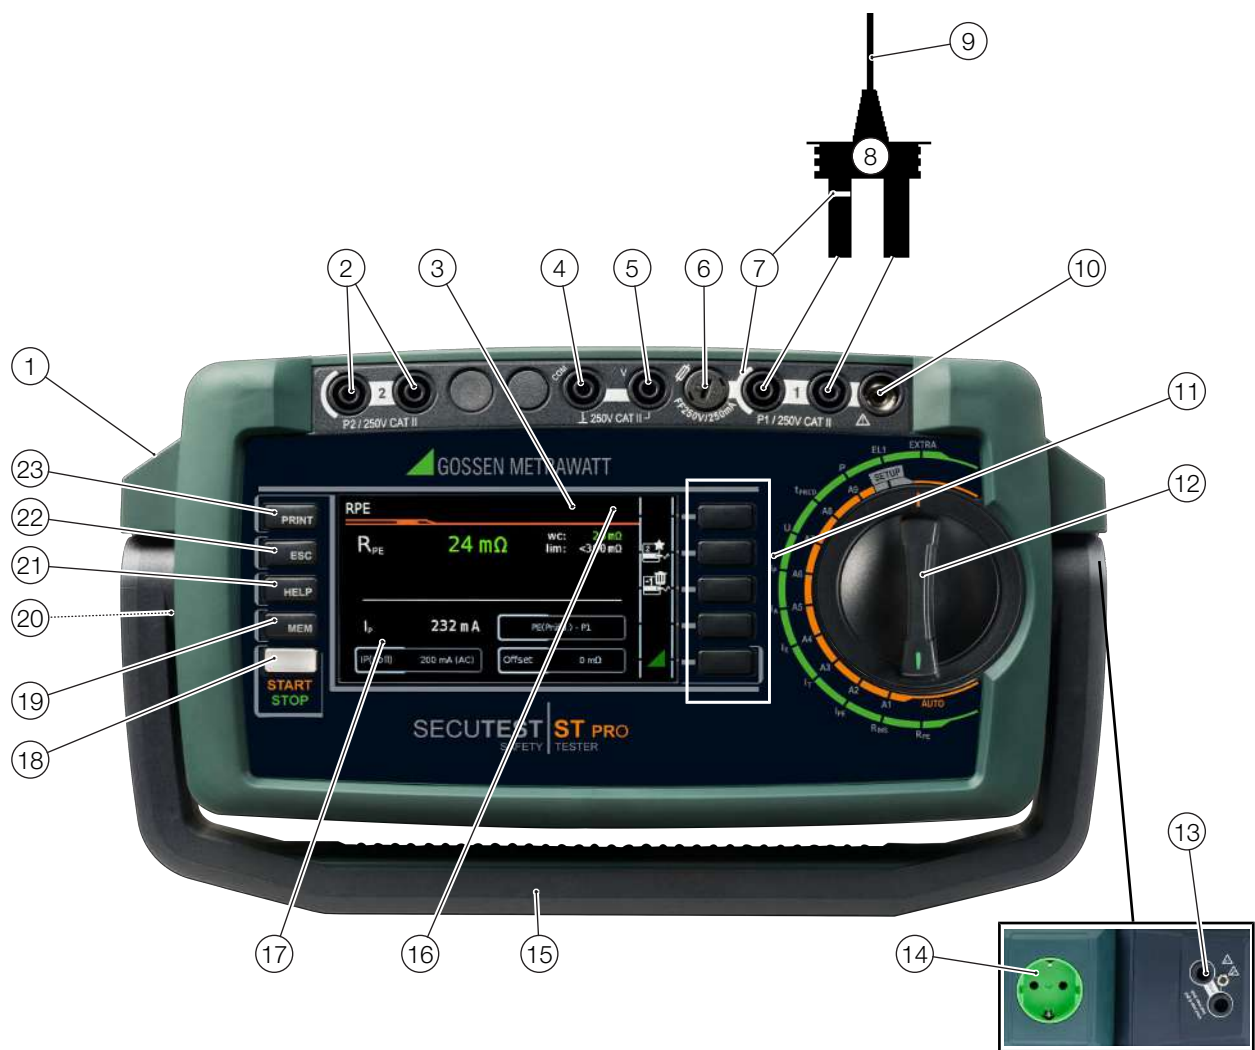

Abb. 1: Gerätefront
- Abb. 1:Beschreibung des Bildinhalts